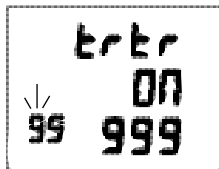

Fig. 37B - IMPOSTAZIONE
- > Se viene selezionato ON, la prima cifra del codice (a sinistra) lampeggia (Fig. 37B).